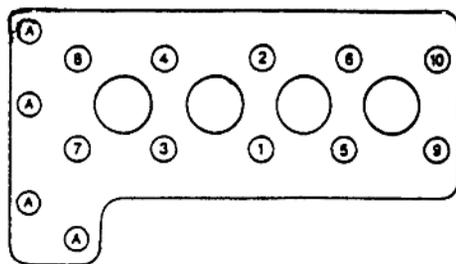

图 2-3 气缸盖螺栓拧紧次序(4 缸发动机)
7. 在助手帮助下,将气缸盖装到缸体上,分四次按图 2-3 顺序拧紧螺栓。第一次的拧紧力矩为 $25 \text{ N}\cdot\text{m}$;第二次为 $39 \text{ N}\cdot\text{m}$,等待 10 分钟;第三次使扭紧转角达 90° ;第四次扭紧转角亦为 90° 。